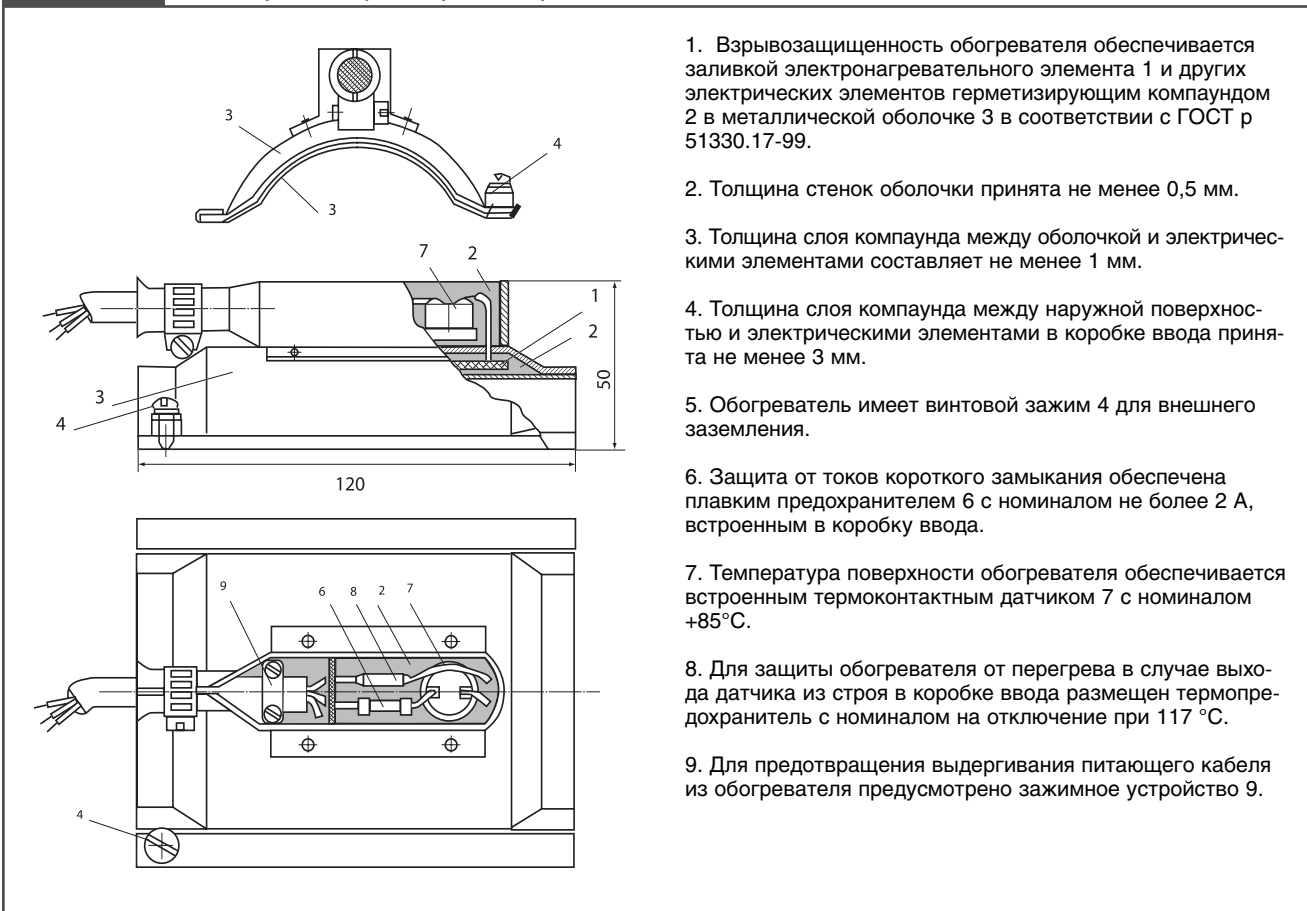

Рисунок 3
- Обогреватель установить на трубу уровнемера и закрепить, обеспечивая плотное прилегание, с помощью скоб, входящих в комплект (см. рисунок 3).